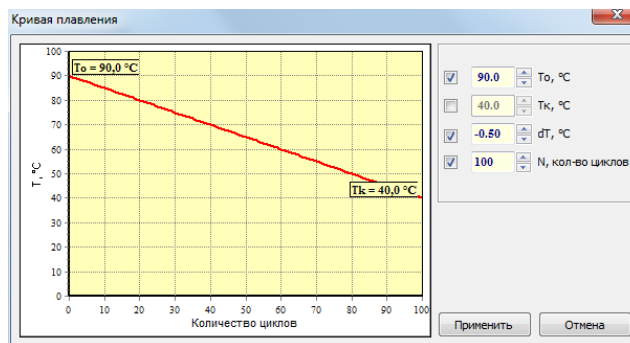

Рис.43 Инкремент по температуре для блока «Кривая плавления»
2. В соответствующей строке таблицы с программой амплификации с помощью кнопки  открыть окно **Кривая плавления** (Рис.43) для редактирования начальных параметров этого блока.